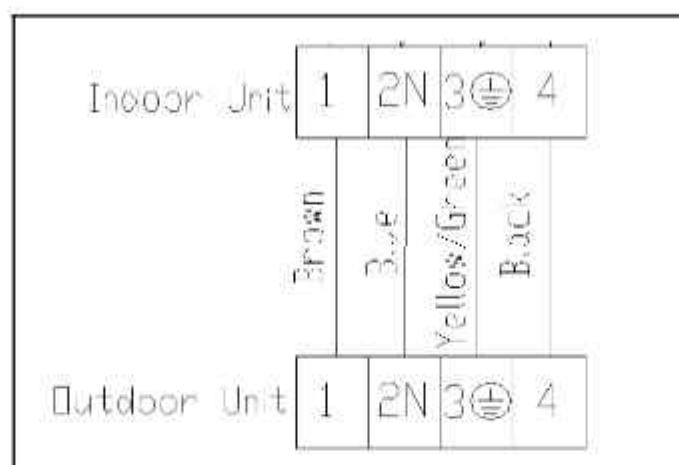

Рис.14
- Подключите соединительные провода питания и провод управления сигналом отдельно к соответствующим клеммам (См. рис.14, рис.12)
- Подключите соединительные провода блока отдельно к соответствующим терминалам. (Рис.14)